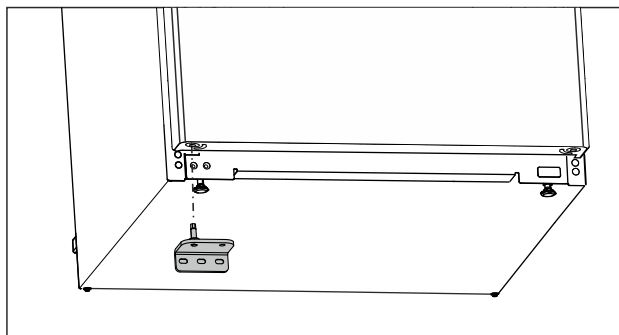

Fig. 20
- Ievietojiet apakšējo gultņa balstu pretējā pusē. (skat. Fig. 20)